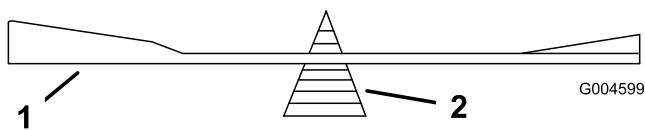

Figura 35
2. Verifique el equilibrio de la cuchilla colocándola sobre un equilibrador de cuchillas (Figura 35). Si la cuchilla se mantiene horizontal, está equilibrada y puede utilizarse. Si la cuchilla no está equilibrada, afile algo de metal de la parte posterior de la cuchilla. Repita este paso hasta que la cuchilla esté equilibrada.